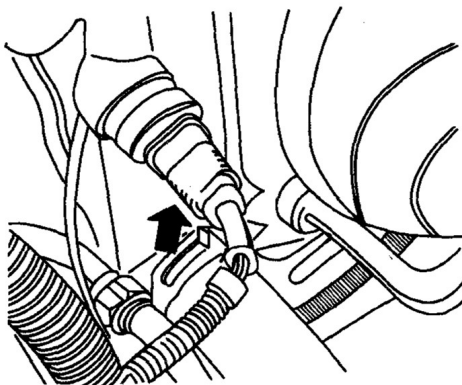

图 1-10 拔下散热器左侧的热敏开关插头
(8) 拔下散热器左侧的热敏开关插头，如图 1-10 所示。